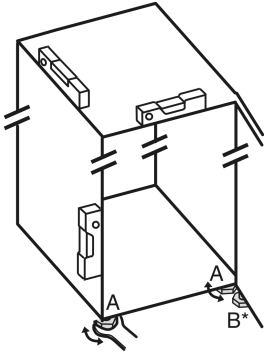

Fig. 5
- Az állítható lábakat Fig. 5 (A) a mellékelt villáskulccsal és egy vízmérce segítségével csavarja ki addig, amíg a készülék szilárdan és egyenesen be nincs igazítva.
- A csapágybak állítható lábát Fig. 5 (B) a mellékelt villáskulccsal csavarja ki úgy, hogy a padlón feküdjön.
- Az állítható lábat Fig. 5 (B) forgassa tovább 90°-kal.